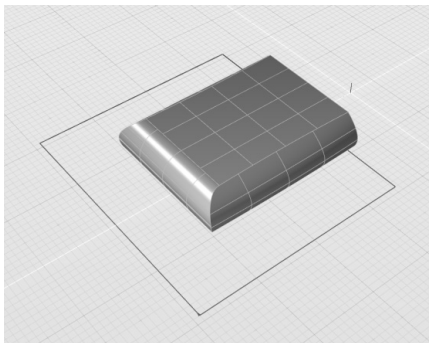

图 4-119 保留内部
- 在“修剪类型”参数中，选中“保留内部”单选按钮，获得结果为另一侧的修剪曲面，如图 4-119 所示。